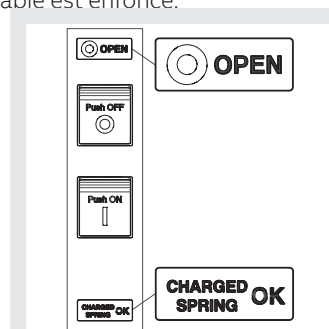

Figure 33
2. Disjoncteur ouvert avec ressorts bandés (voir Figure 33).